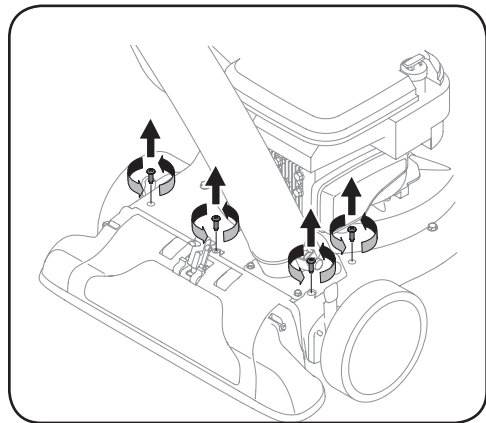

Figura 5-6
11. Saque los cuatro tornillos de la caja superior que ajustan la cubierta del pico. Vea la Figura 5-6.